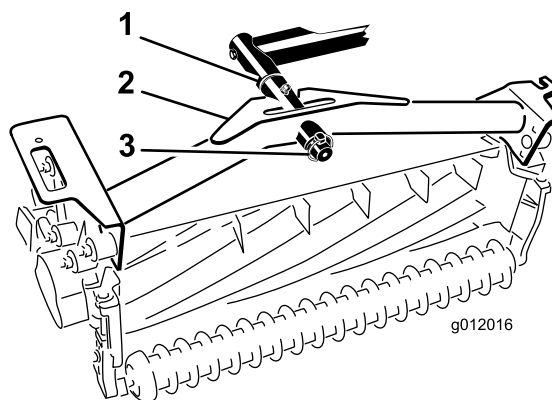

Figure 20
- Poussez le bâti porteur du plateau de coupe sur la tige de pivot et fixez-le avec une goupille à anneau (Figure 20).